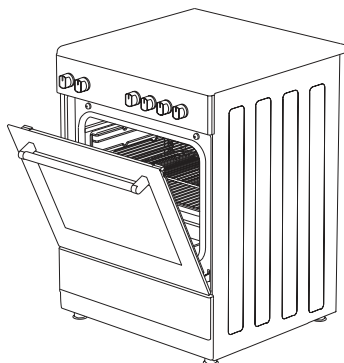

Figura 28
3. Colocar o painel de segurança sob o painel de controle abrindo o vidro da tampa frontal do forno. (Figura 28)